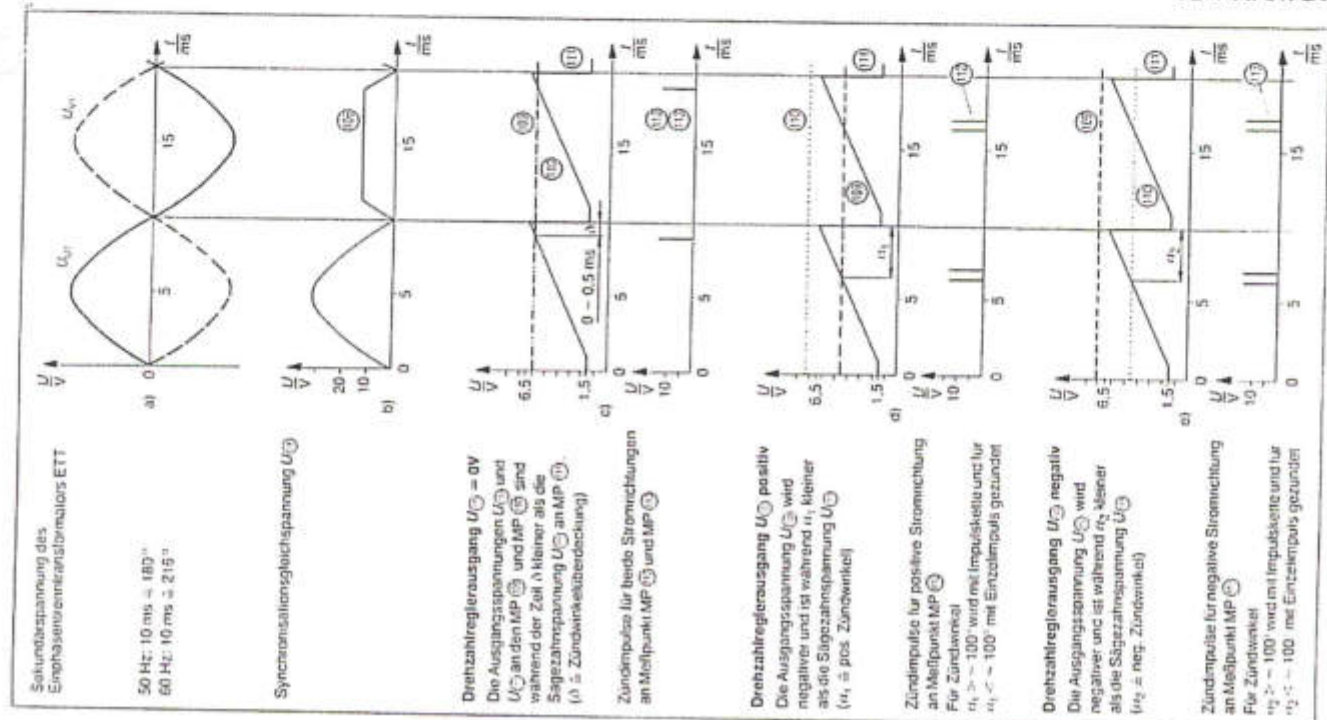

Abb. 6: Umwandlung der zündwinkel-analogen Spannungen in netzsynchrone Zündimpulse (Darstellung für 30 Hz-Betrieb)
Dazu vergleicht er die Ausgangsspannung U_{103} von V 104 an MP 101 mit der Ausgangsspannung U_{102} von V 105 an MP 102 mit der netzsynchronen Sägezahnspannung U_{101} (vgl. Abb. 6 und Blockschalt- plan, Technische Dokumentation)
Die interne Synchronisation ist nur dann möglich, wenn der Netzleittransformator im Netzteil NTS mit den ETT-einstufigstransformatoren T 1, T 2 und T 3 an denselben Phasen angeschlossen ist (siehe Abb. 6).
b) die Leistungsformatoren ETT zur besseren Lastverteilung, an unterschiedliche Phasen angeschlossen sind (siehe Abb. 6).